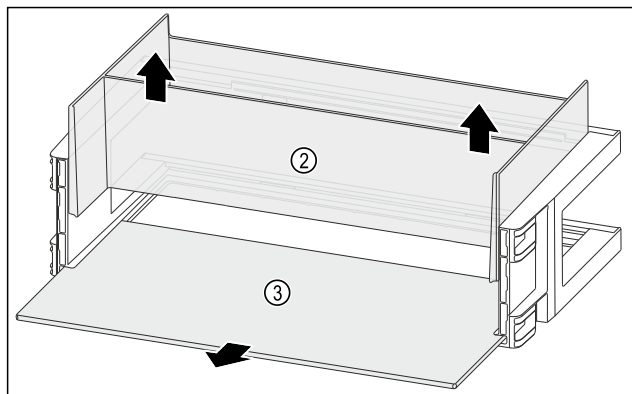

Fig. 93
- Estrarre l'organizzatore Fig. 93 (2) verso l'alto.
- Rimuovere il ripiano Fig. 93 (3).